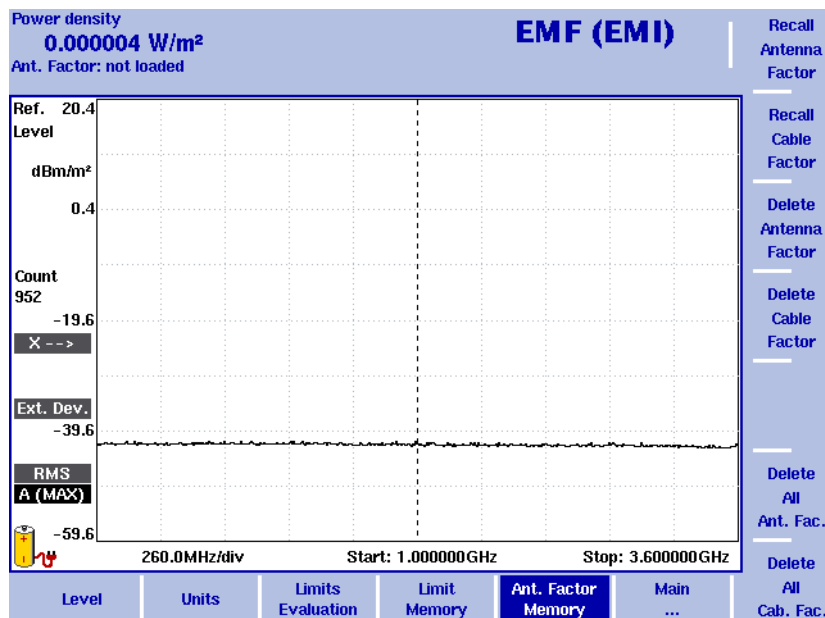

Figura 57 Menu Antenna Factor
- 1 Nel Menu principale EMF (EMI) selezionare **Level > Ant. Factor Memory**. Vengono visualizzati I Fattori di Antenna in memoria (vedi Figura 57 a pagina 190).